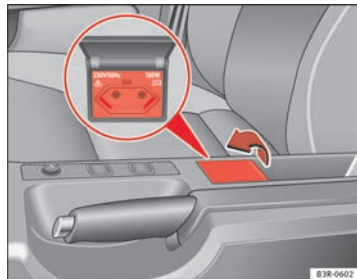

Fig. 137 Centro della console centrale: presa da 230 Volt.
- Alzare il coperchio per aprirlo ⇒ fig. 137.